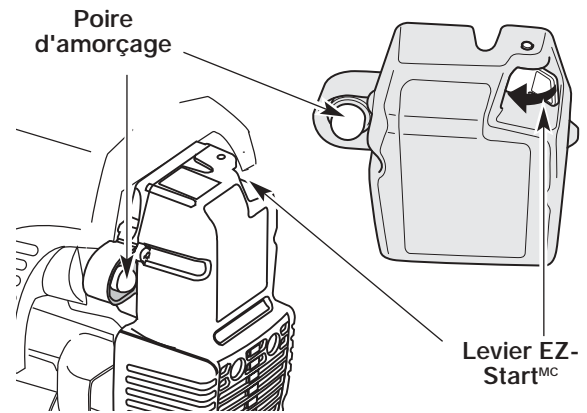

Fig. 11
2. Pressez et relâchez la poire d'amorçage à 10 reprises, lentement. Une certaine quantité de **carburant devrait être visible dans la poire d'amorçage** et les conduites de carburant (Fig. 11). Si vous n'apercevez pas de carburant dans la poire, pressez et relâchez la poire autant de fois que nécessaire jusqu'à ce que vous aperceviez du carburant dans cette dernière.
4. **Faites pivoter le Levier Bleu de EZ -Start^{MC} vers la poire d'amorçage** jusqu'à ce qu'il clique et se verrouille en place (Fig. 11).